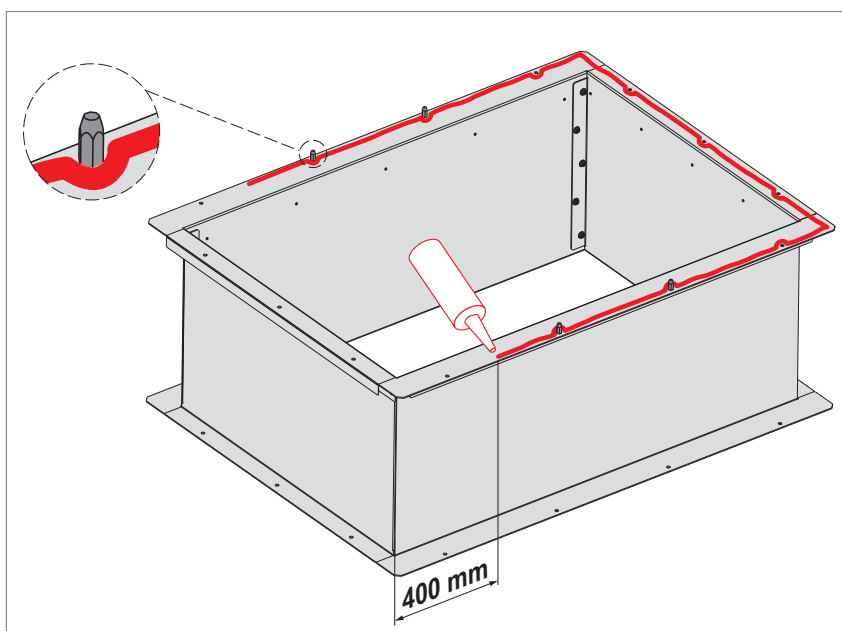

Fig. 25: Application du produit d'étanchéité
- Appliquer du produit d'étanchéité sur le socle de toiture (voir Fig. 25):